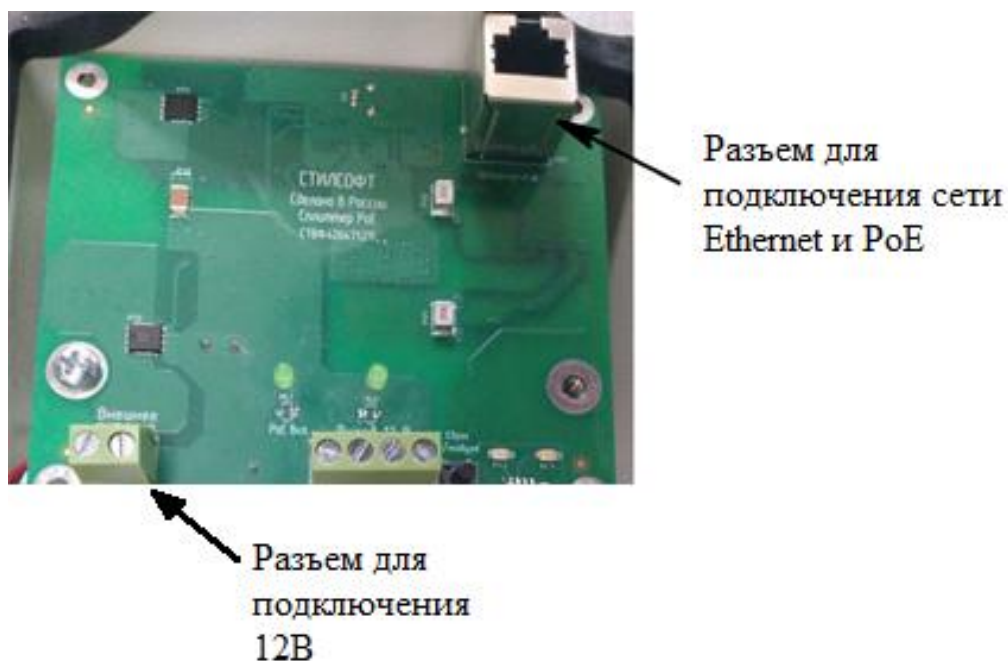

Рисунок 2 – Места ввода кабелей электропитания и Ethernet
Для крепления IP-видеокамеры в комплекте поставки предусмотрен кронштейн (рисунок 2).
- 5) установить разъем 8p8c на информационный кабель и подключить к разъему Ethernet IP-видеокамеры (рисунок 2);